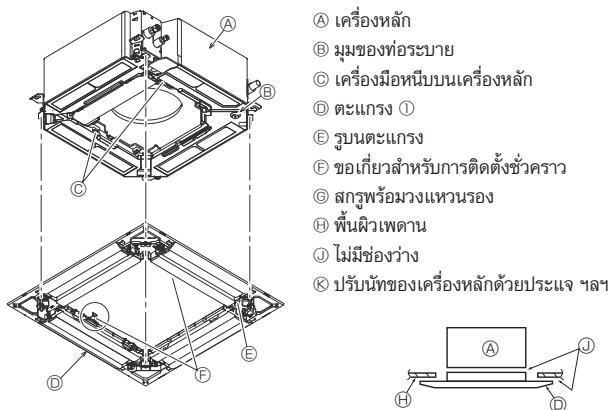

Fig. 6-6
6.4.2. การติดตั้งตะแกรงชั่วคราว (Fig. 6-6)
- ยึดตะแกรงเข้ากับเครื่องหลักโดยการขันสกรูก่อนติดตั้ง (Fig. 6-6)
ตรวจสอบให้แน่ใจว่าไม่มีช่องว่างระหว่างเครื่องหลักและตะแกรง หรือระหว่างตะแกรงและพื้นผิวเพดาน (Fig. 6-6)